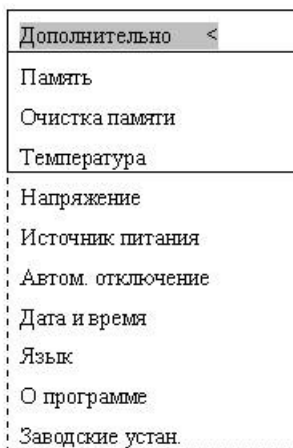

Рис. 5. Пункт главного меню (подменю) прибора «Поиск-2.5» «Дополнительно»
- Пункт главного меню «Дополнительно» (рис. 5) позволяет: